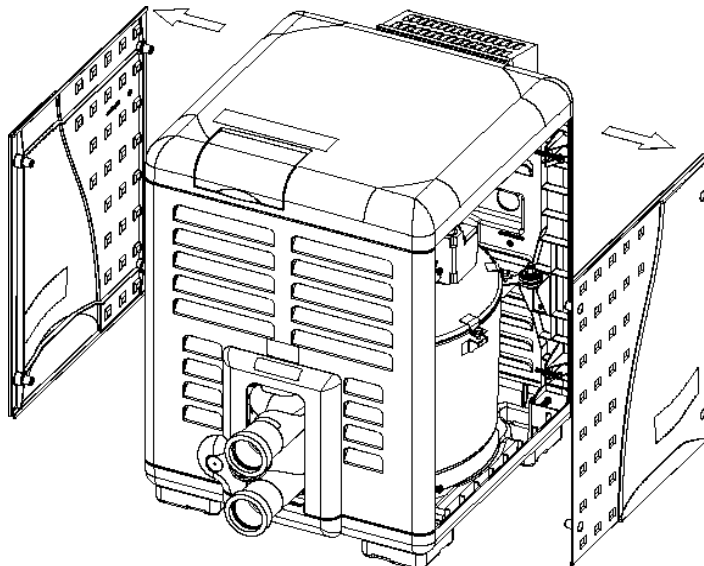

FIGURE 3 : Dépose des le panneau de Porte d'Accès.
- Déposer le panneau de Porte d'Accès. Voir la Figure 3.